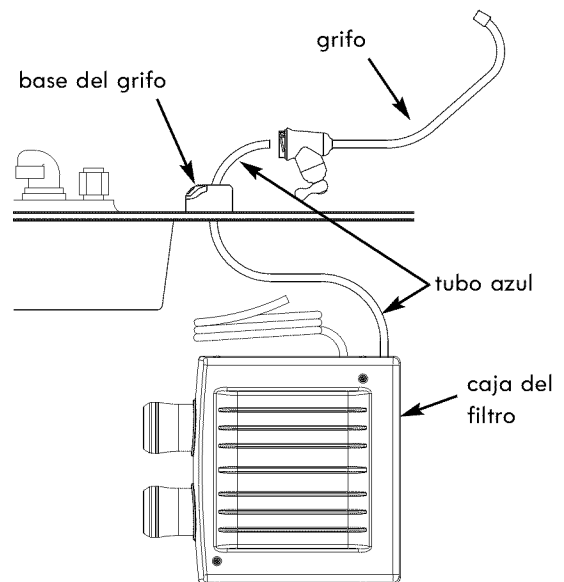

Figura 6
2. Encuentre el tubo azul. Un extremo se acopla a la caja del filtro. Haga pasar el otro extremo hacia arriba por el orificio de montaje y la base del grifo. Vea la Figura 6.